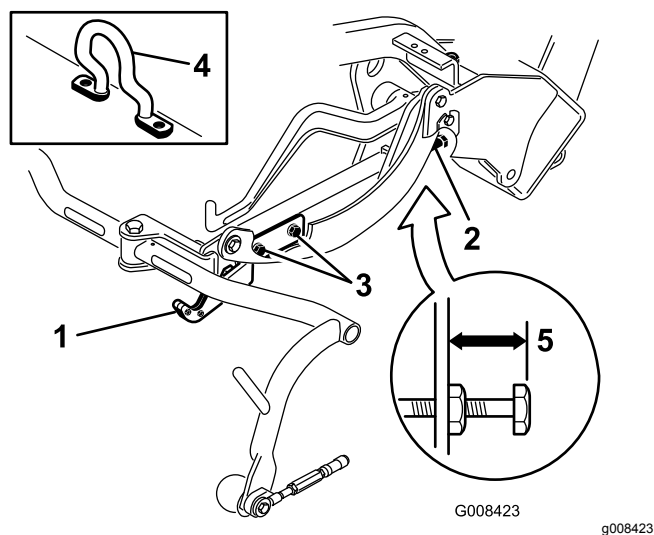
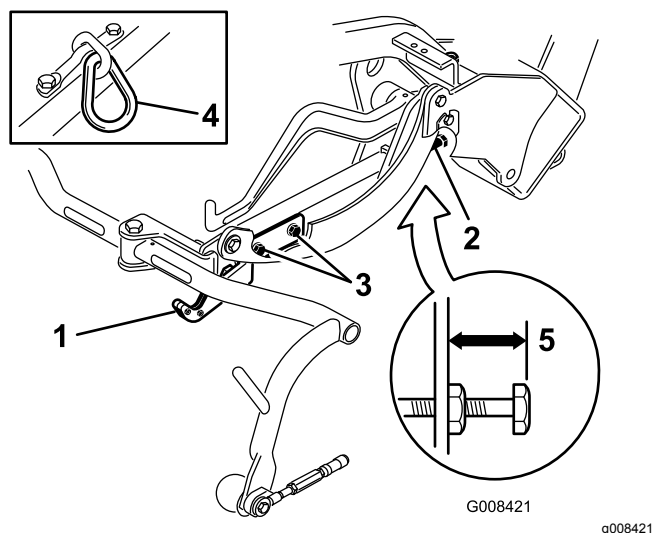
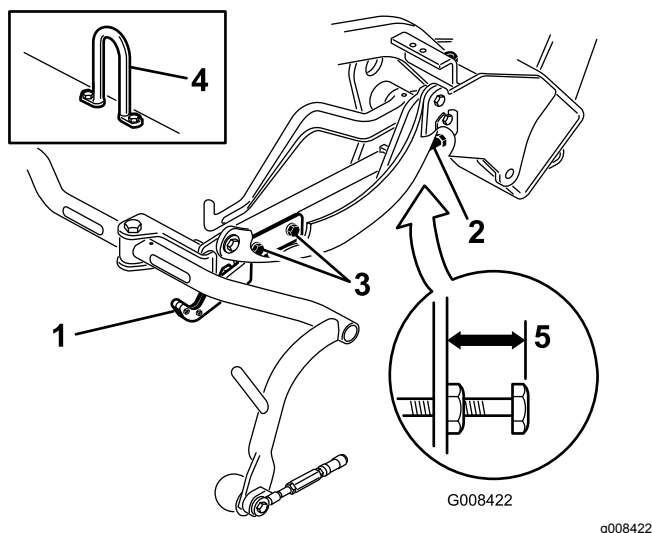

Рисунок 13
Рисунок 14
Рисунок 15
3. Если режущие блоки оснащены звеном цепи или прямой подъемной проушиной (Рисунок 14 и Рисунок 15, врезки), убедитесь, что расстояние от верха регулировочного винта несущей рамы до задней стороны несущей рамы составляет 22 мм. Если расстояние не равно 22 мм, перейдите к этапу 4. Если режущий блок оборудован подъемной серьгой (Рисунок 13), перейдите к следующему этапу.
Проверьте и при необходимости отрегулируйте транспортную высоту (Рисунок 14 и Рисунок 15).
2. Если режущие блоки оснащены изогнутой подъемной проушиной (Рисунок 13, врезка), убедитесь, что расстояние от верха регулировочного винта несущей рамы до задней стороны несущей рамы составляет 25 мм. Если расстояние не равно 25 мм, перейдите к этапу 4.
- Ослабьте винты крепления транспортной планки (Рисунок 14, Рисунок 15 и Рисунок 13).
- Если несущие рамы находятся на разной высоте, ослабьте контргайку на регулировочном винте несущей рамы (Рисунок 13, Рисунок 14 и Рисунок 15). Выкручивайте винт для подъема и вкручивайте для отпускания. При достижении требуемой высоты затяните контргайку.